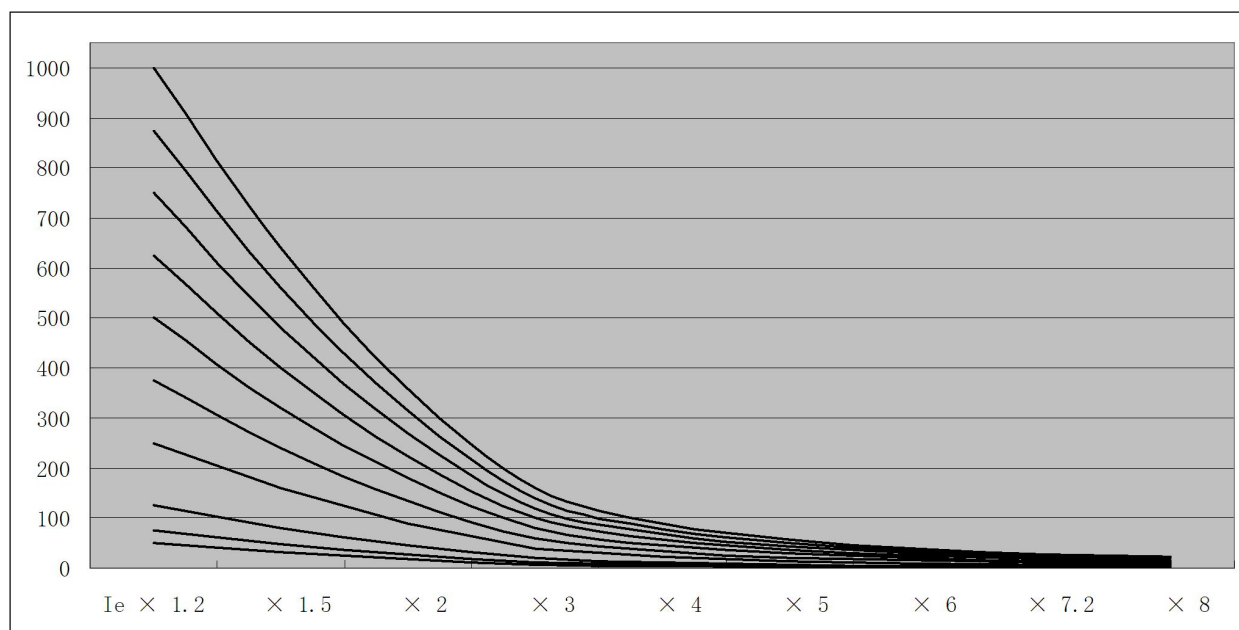

图 23 过载特性曲线图
■ 过载保护电流一时间对照表如表 18 所示，过载特征曲线图（K 曲线图）如图 23 所示。